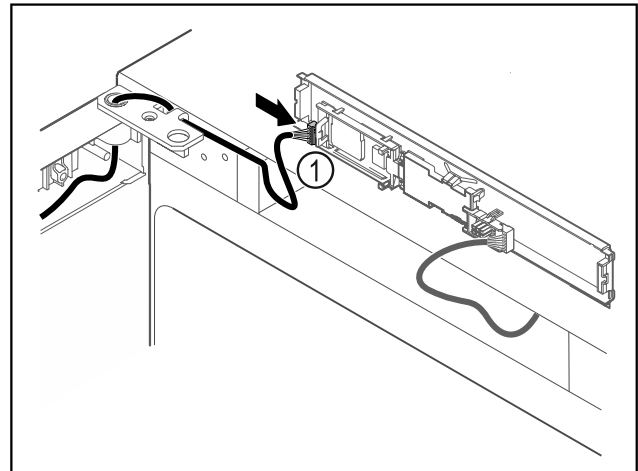

Fig. 60
- ▶ Įkiškite kištuką į plokštę Fig. 60 (1).